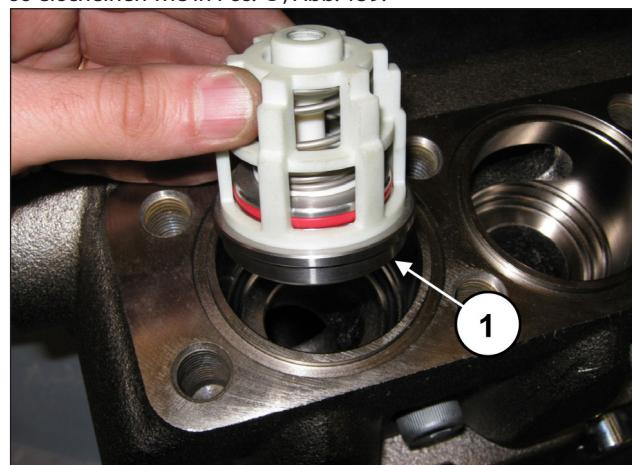
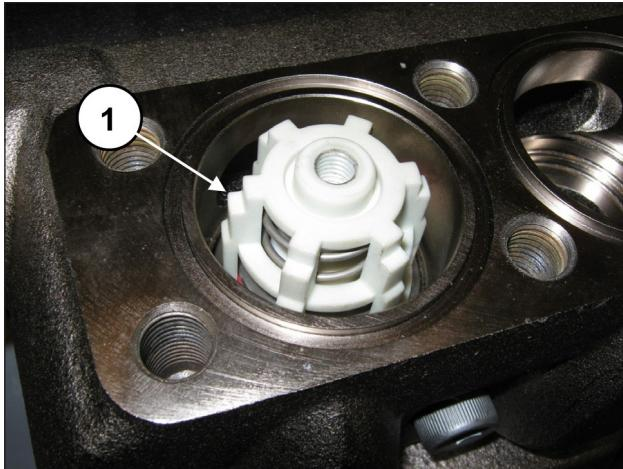

Abb. 158
Abb. 159
Setzen Sie die Druckventilgruppe ein (Pos. ①, Abb. 158). Die komplette Ventilgruppe muss bündig eingesetzt sein und so erscheinen wie in Pos. ①, Abb. 159.